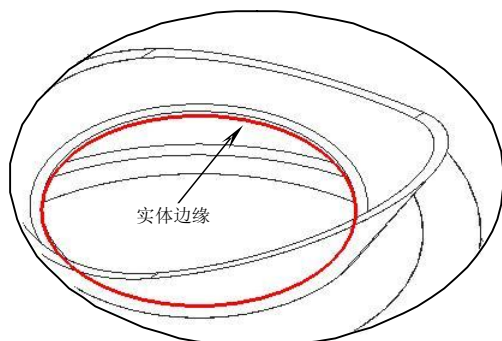
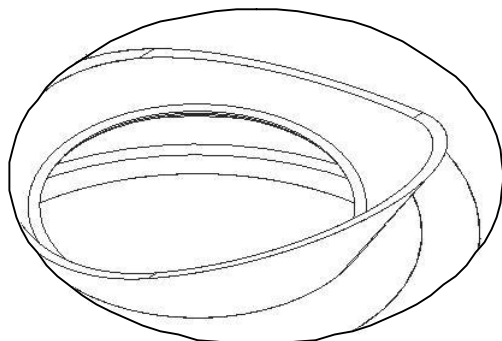

图4-33
图4-34
28. 使用边倒圆功能创建圆角特征。选择图 4-33 所示的实体边缘，然后设置圆角半径为“1”，结果如图 4-34 所示。